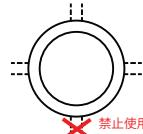

图 1. V2MU 混合装置脉冲管线连接。
- (参考图 1) 为了避免反向气流产生的冷凝水进入燃空比模块的任何脉冲线内，V2MU 混合装置或任何其他设备上不得使用朝下指的压力端口。